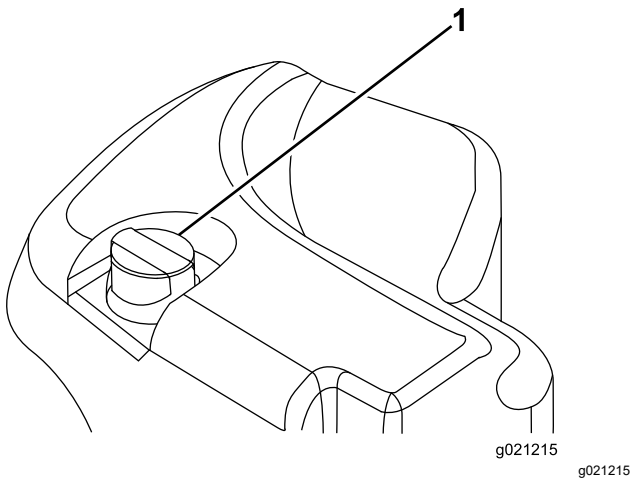

Bild 99
2. Reinigen Sie den Bereich um den Füllstutzen und den Deckel des Hydraulikbehälters (Bild 99). Drehen Sie den Deckel vom Füllstutzen ab.